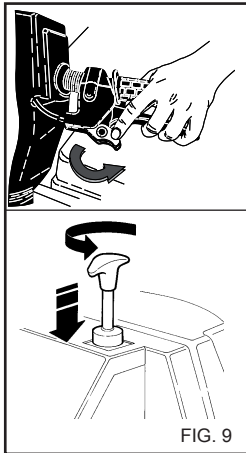

FIG. 9
- Sbloccare il freno di stazionamento (fig. 9)